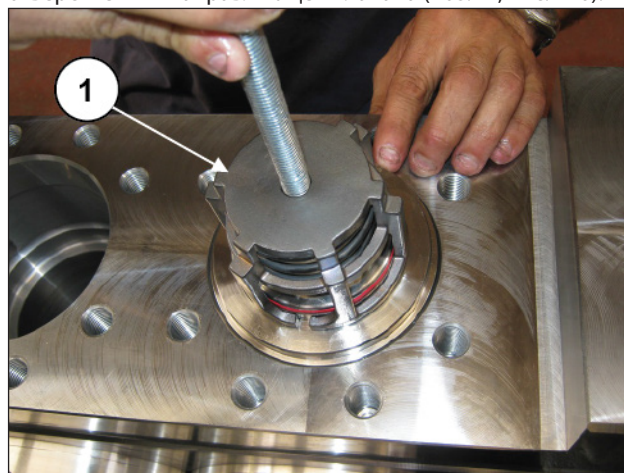

Рис. 170
Извлеките клапанный узел нагнетания с помощью съемника с ударной массой, который нужно установить в отверстие M12 направляющей клапана (поз. ①, Рис. 170).